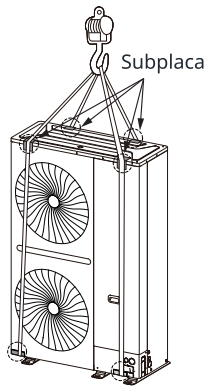

Fig.2.2
- Debe estar protegido por una subplaca que se muestra como en la Fig.2.2, cuando el paquete esté dañado.